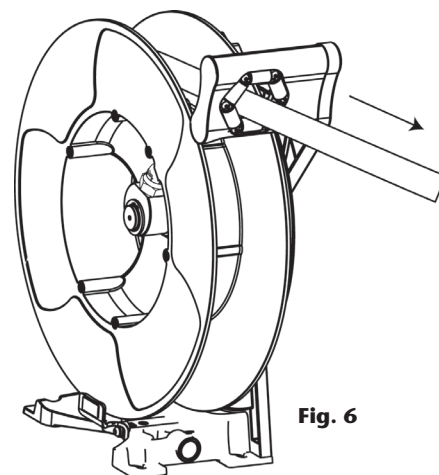

Fig. 6
1. Rollen Sie den Schlauch komplett ab und rasten Sie die Trommel ein (Fig. 6).